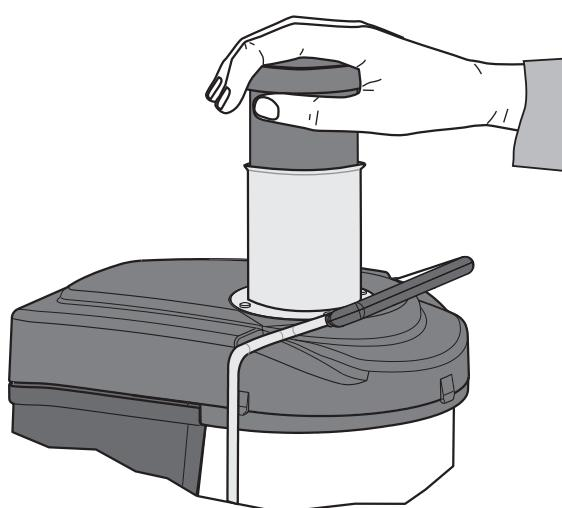

Fig. 7
- 6 En utilisant le pousoir fourni avec, pousser graduellement les fruits et/ou les légumes au bout de la goulotte d'introduction vers la râpe en rotation (voir Fig. 7). Pour avoir plus de jus, toujours pousser lentement le pousoir. Ne pas introduire de fruits et/ou de légumes lorsque le moteur est éteint.